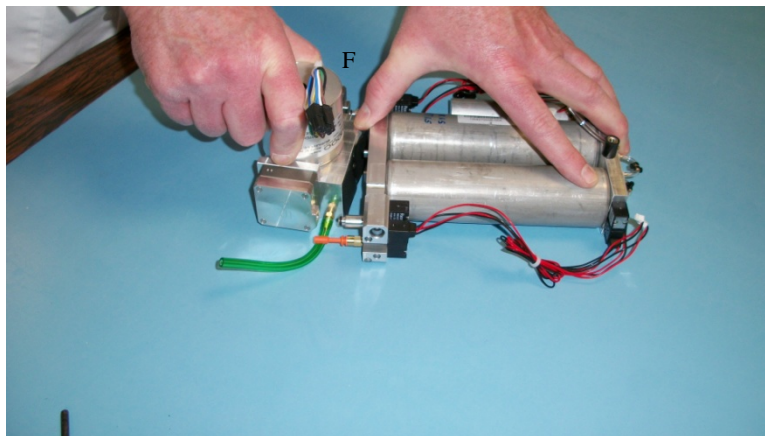

Abbildung 5.19
3. Bauen Sie den Kompressor aus, indem Sie diesen von der PRV-Baugruppe weg ziehen. Achten Sie darauf, dass Sie das Anschlussstück nicht von den Betten abziehen. (Siehe Abbildung 5.19)